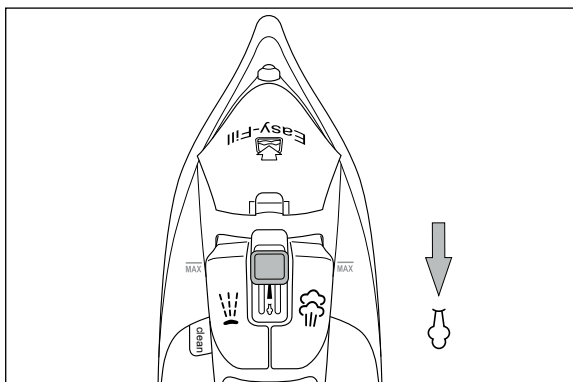

Abb. 1
- 3) Schieben Sie den Dampfgregler **3** ganz nach unten in Position  (mehr Dampf) (siehe Abb. 1).